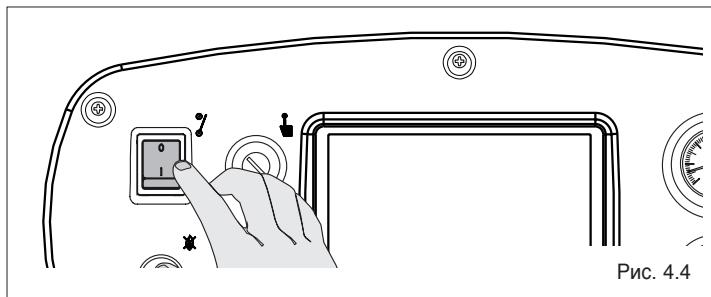

Рис. 4.4
- установите главный выключатель на панели управления в положение (!) «Включено» (Рис. 4.4).